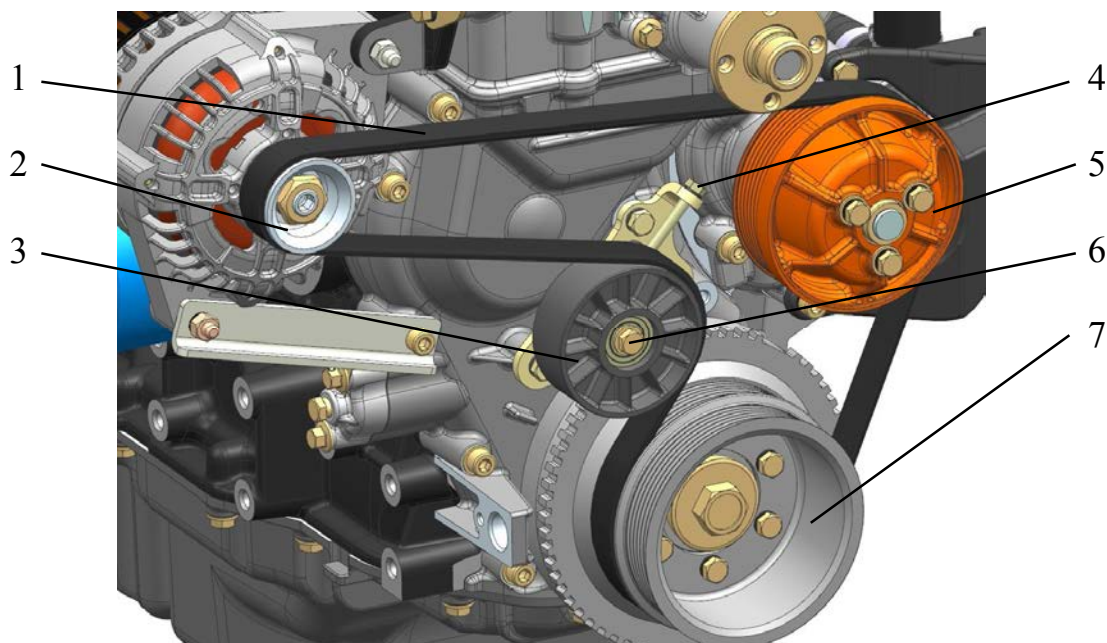

Рис.210. Установка ремня привода водяного насоса и генератора:
9. Установить ремень 1 (рис.210) привода водяного насоса и генератора на шкивы коленчатого вала 7, водяного насоса 5, генератора 2 и натяжного ролика 3.